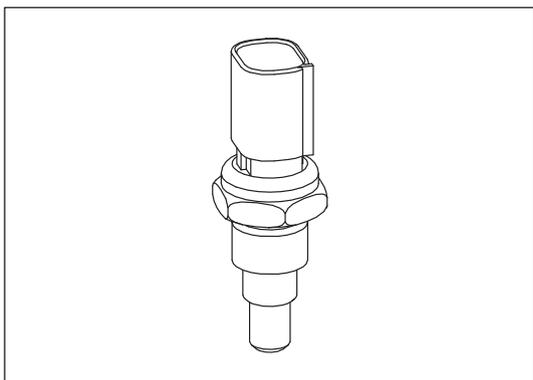

Рис. 9-3-16. Датчик температуры ОЖ
- (1) Принципиальная схема и назначение контактов показаны на рис. 9-3-16.